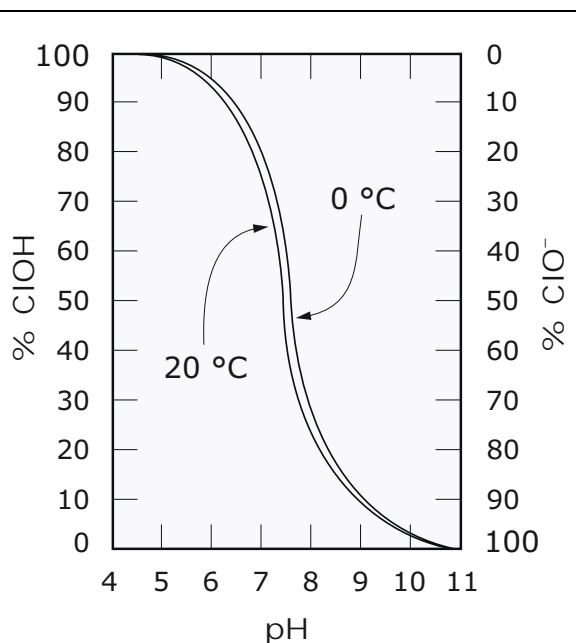

Figure 26. Influence du pH et de la température sur l'équilibre $\text{HClO} \rightleftharpoons \text{ClO}^-$
Les ajustements des différents capteurs sont effectués séparément ; néanmoins, les paramètres mesurés ne sont normalement pas indépendants (voir figure 26), ce qui a certaines conséquences :
- L'équilibre $\text{HClO} \rightleftharpoons \text{ClO}^-$ est fonction du pH, et aussi de la température : voir la figure 26, p. 30.